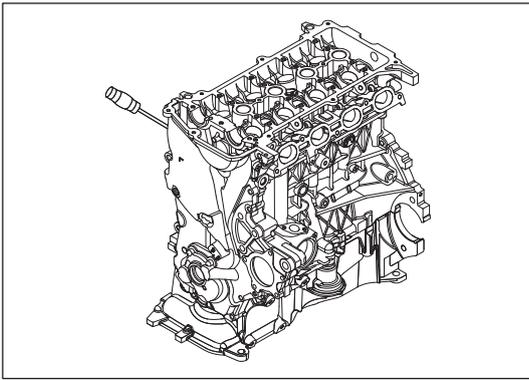

Рис. 11-4-2. Снятие крышки ГРМ
- (1) Ослабить ремень привода генератора, затем снять шкив насоса ОЖ, регулирующий клапан системы VVT-i, генератор и насос ОЖ.
- (2) Открутить болт (M12×1.25×47) шкива распределительного вала с демпфером, затем снять шкив.
- (3) Открутить 13 фланцевых болтов (M6×20, M8×30), 1 фланцевый болт (M6×35) и 1 фланцевую гайку (M8) крышки ГРМ.
- (4) Поддеть в нескольких местах крышку ГРМ, как изображено на рис. 11-4-2.